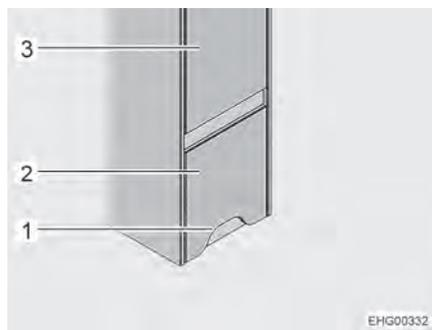
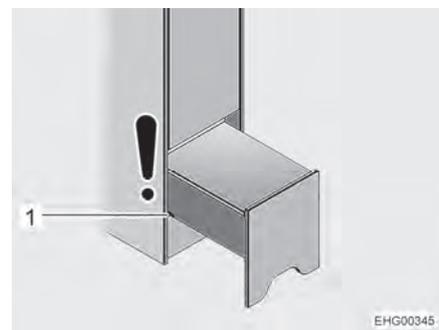

Fig. 79 Aide à la montée (fermée)
Fig. 80 Aide à la montée (position nocturne)
**Emplacement** L'aide à la montée est montée du côté droit du véhicule, sous la penderie (Fig. 79,3) située devant le lit arrière.
- ▷ La porte du cabinet de toilette se trouve en face de l'aide à la montée. Tant que l'aide à la montée n'est pas entièrement sortie ("position nocturne", voir Fig. 80), la porte du cabinet de toilette peut encore être ouverte. Quand l'aide à la montée est entièrement sortie pour avoir accès au compartiment de rangement, la porte du cabinet de toilette ne peut plus être entièrement ouverte.
- Saisir l'aide à la montée (Fig. 79,2) par l'évidement (Fig. 79,1), soulever légèrement et ouvrir jusqu'à la première rainure (Fig. 80,1) (position nocturne).